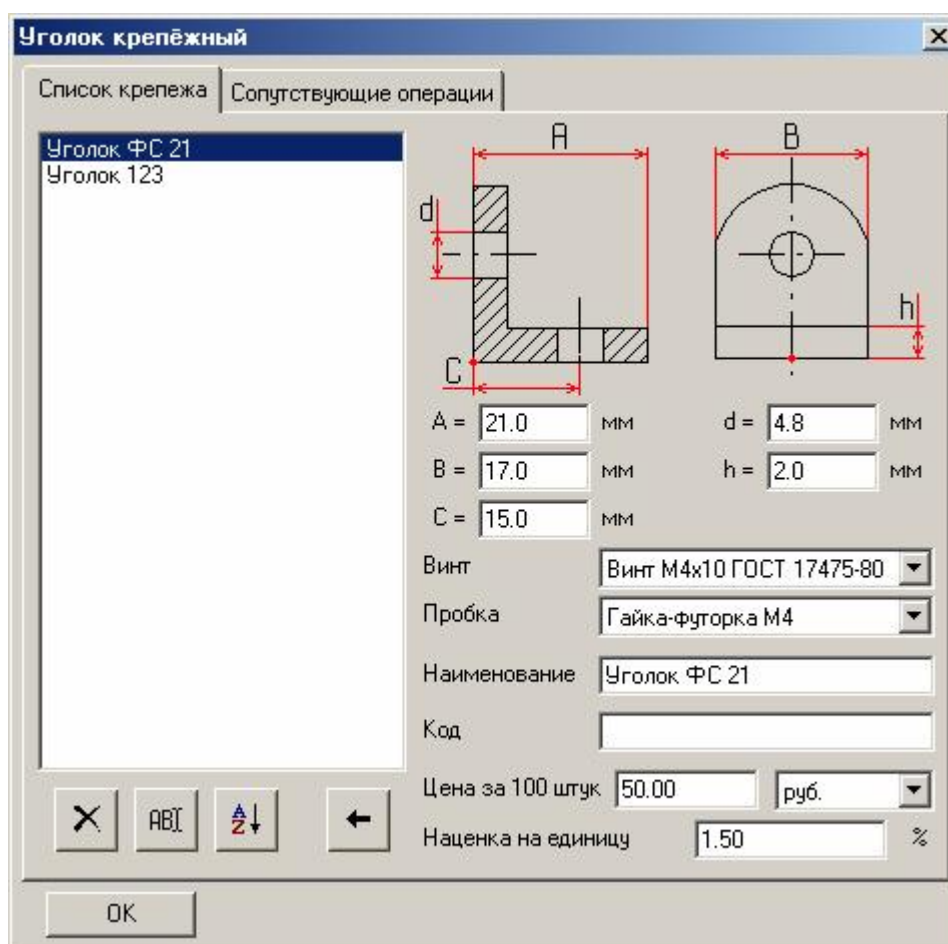

Рис. 30 Диалоговое окно редактирования для *Уголка крепёжного*
2. Нажать кнопку **Редактировать**, что приводит к появлению соответствующего диалогового окна редактирования (например, для уголка крепежного – рис. 30).